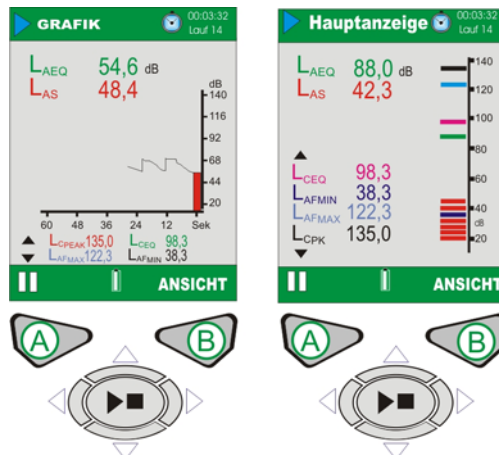

Abbildung 13 CEL-62XA Messlaufanzeigen
CEL-62XA (siehe Abbildung 13). Die Breitbandmessungen sind als Balkendiagramm auf der Hauptanzeige, oder als ein Zeitprotokolldiagramm auf der Grafikanzeige dargestellt. Drücken der Ansichtstaste (B) schaltet zwischen Grafik- und Hauptanzeigen hin und her.